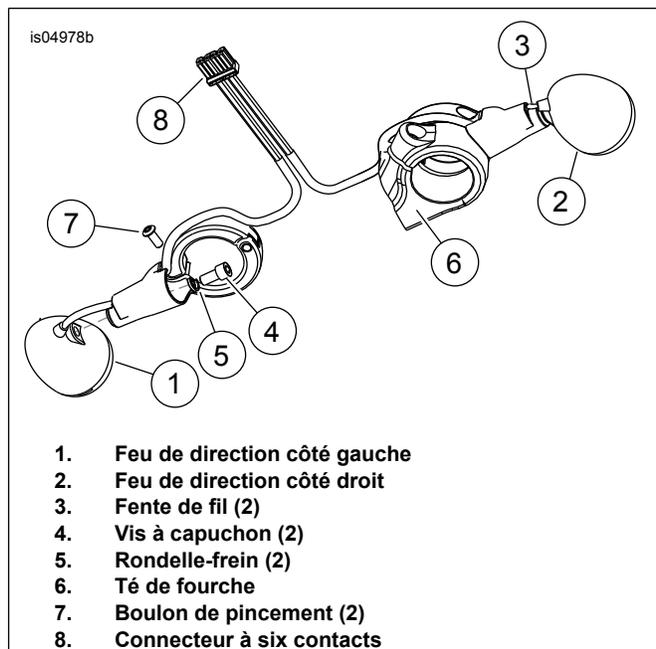

Figure 2. Installation du support de montage et du faisceau de fils (vue du dessous).
Voir Figure 2. Le faisceau quittant le feu de direction présente une coupe transversale aplatie, similaire à la fente (3) près de l'extrémité de lampe de la tige.
1. Voir Figure 2. Acheminer avec soin le fil du feu de direction dans la tige à travers la fente de fil (3).
2. Installer la vis (4) et la rondelle-frein (5) dans la tige et à travers le trou. Positionner le feu de direction contre l'extrémité de la tige. Visser la vis dans le boîtier d'ampoule, mais ne pas serrer complètement.
3. Mettre en place le support de montage sur la fourche inférieure **au-dessus** du té de fourche (6). Aligner la lampe pour l'orienter vers l'avant et parallèlement au sol. Déposer l'ensemble en maintenant l'alignement. Serrer la vis de montage de la lampe (4) à un couple de 8–9 N·m (70–80 **in-lbs**).
4. Installer l'ensemble de support de montage sur la fourche inférieure avec un boulon de pincement (7), en s'assurant que :
- b. Le fil sortant est au centre de l'encoche de fil (3) à la base de la tige.
5. Serrer le boulon de pincement (7) à un couple de 8–9 N·m (70–80 **in-lbs**).
7. Voir Figure 2. Installer les bornes femelles des faisceaux de feu de direction dans la moitié du connecteur Multilock à 6 contacts noir du côté lampe [31B] conformément au manuel d'entretien. Sauf observation contraire pendant la dépose,